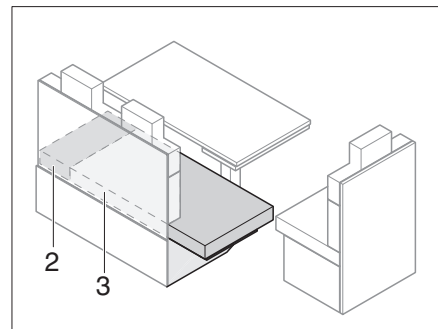

Fig. 149 Après l'agrandissement
- Tirer le coussin d'assise (Fig. 149,3) sur la rallonge de la banquette.
- Placer les coussins supplémentaires (Fig. 149,2) entre les coussins d'assise (Fig. 149,3) et la paroi extérieure.
- Retirer le coussin supplémentaire (Fig. 149,2).
- Tirer le coussin d'assise (Fig. 149,3) sur la banquette.